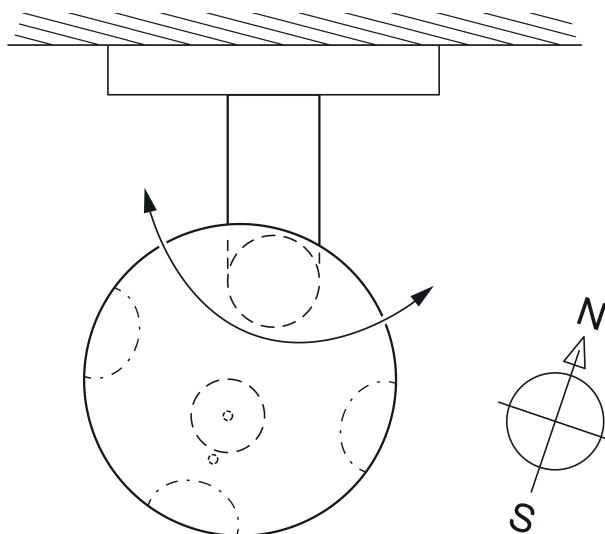

Figura 6: Allineare la stazione meteorologica
- Orientare la testa del sensore in direzione del cielo oppure – in base alle condizioni dettate sul posto – in direzione della facciata (figura 6).